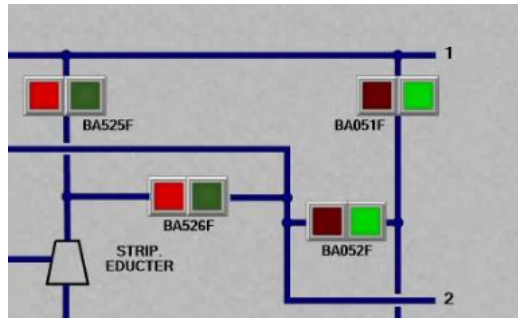

Figura 69- vàlvules BA052F i BA051F
6. Abans de passar a la secció de tractament d'aigua, deixarem ja totes les vàlvules obertes. Per tant, ara ens fixarem en la fletxa que ens indica la sortida del sistema de tractament, aquesta aigua de llast ja estarà tractada i a punt per ser dirigida al tanc de proa. Per fer-ho ens fixem que les vàlvules que comuniquen la sortida del tractament amb les línies 1 i 2 que van cap als tancs de llast són la BA051F i la BA052F, les obrirem prement el botó verd uns segons (Figura 69).